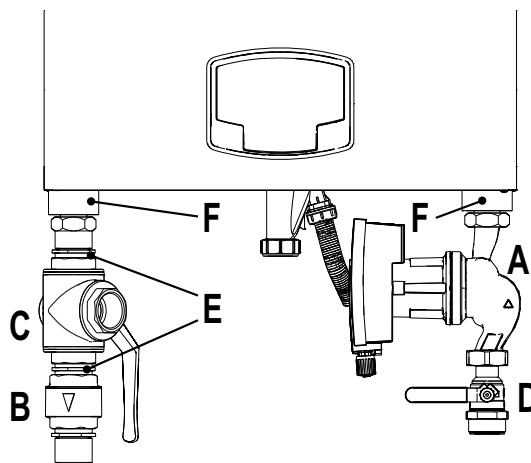

рис. 37- Котел с установленными комплектами
- арт. 042070X0 - КОМПЛЕКТ ВЫСОКОПРОИЗВОДИТЕЛЬНОГО ЦИРКУЛЯЦИОННОГО НАСОСА - 7 м (А - рис. 37)
- арт. 042071X0 - КОМПЛЕКТ ВЫСОКОПРОИЗВОДИТЕЛЬНОГО ЦИРКУЛЯЦИОННОГО НАСОСА - 10 м (А - рис. 37)
- 1 НЕВОЗВРАТНЫЙ КЛАПАН - Гнездовое 1"1/2 (В - рис. 37)
- 2 3-ХОДОВОЙ ВЕНТИЛЬ - Гнездовое 1"1/2 (С - рис. 37)
- 3 ВЕНТИЛЬ Штыревое/гнездовое 1"1/2 (D - рис. 37)
- 4 СОЕДИНИТЕЛЬНЫЙ ПАТРУБОК 1"1/2 (Е - рис. 37)
- 5 Соединительные трубы подачи и возврата 1"1/2 (F - рис. 37)